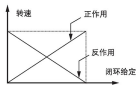

图6-35 闭环调节特性示意图
通过P7.14的设置可以适应两种闭环特性的要求，如图6-35所示。
- (1) 确定闭环给定和反馈通道(P7.01、P7.02)。
- (2) 模拟闭环设定闭环给定与反馈的关系(P7.06~P7.09)。
- (3) 确定闭环调节特性，如果给定和要求的电机转速的关系相反，将闭环特性调节设为反作用(P7.14=1)，如图6-35所示。
- (4) 设定闭环预置频率功能(P7.16~P7.17)。
- (5) 设定闭环滤波时间、采样周期、偏差极限、增益系数(P7.03、P7.04、P7.12、P7.13)。